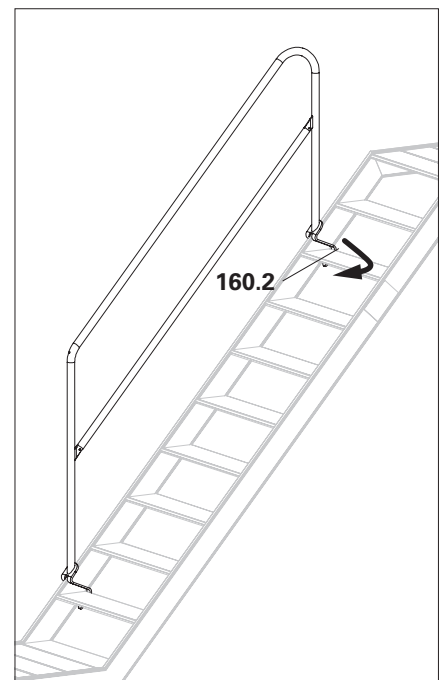

Fig. A8.06b
2. Abbassare il parapetto scala sul gradino e tirare gli agganci fino ai bordi posteriori del gradino (**79.2**). (Fig. A8.06b)